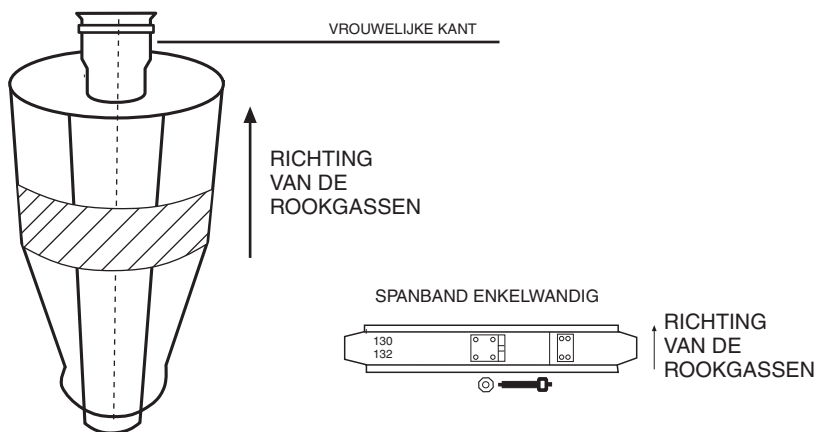
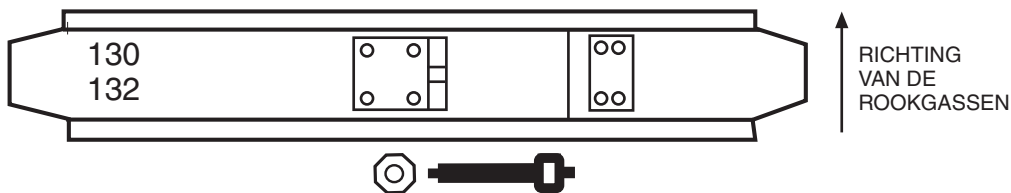

FIG. 1
FIG. 2 Voorbeeld van een spanband enkelwandig \varnothing 130
De systemen COAX/CLV onder positieve druk worden gerealiseerd met verbindingen die in mekaar passen volgens het type mannelijk/vrouwelijk met zelfcenterende nerf en zelfdragend, zoals afgebeeld in fig. 1. De plaatsing van de siliconen afdichtingsring in de hiervoor voorziene uitsparing aan de binnenzijde van het vrouwelijke uiteinde garandeert de gasdichtheid.
- De elementen installeren volgens de richting van de rookgassen aangeduid op het element met een pijl, ofwel: met de vrouwelijke kant (van de buis in contact met de rookgassen) naar boven (v.b. fig. 1)
- Na twee elementen in mekaar te hebben geschoven, de spanband aanbrengen en mechanisch vastdraaien op de buitenbuis en controleren of de vijs goed aangevoerd is (8 N.m). Op iedere spanning zijn 2 nummers aangebracht die de buitenafmetingen van het profiel aanduiden: de spanband is juist gemonteerd indien de grootste van deze twee cijfers naar onder staat (zie fig. 2).
De muurbeugel dient geplaatst te worden aan het vrouwelijke uiteinde onder de uitsparing voor de dichtingsring (fig. 1). In het geval men een T-stuk gebruikt, dient de muurbeugel onder het horizontale gedeelte van het T-stuk geplaatst te worden (fig. 2).